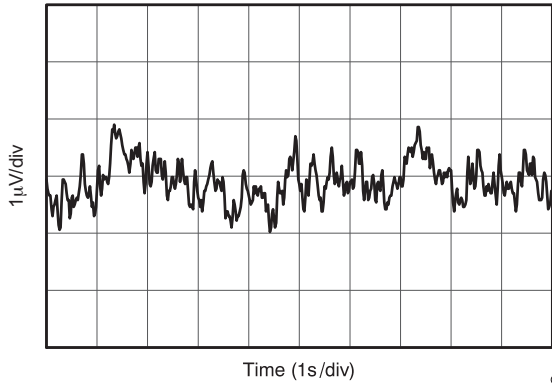

FIG 13. 0.1-Hz to 10-Hz Noise
0.1-Hz to 10-Hz Noise	<a href="#">图 13</a>